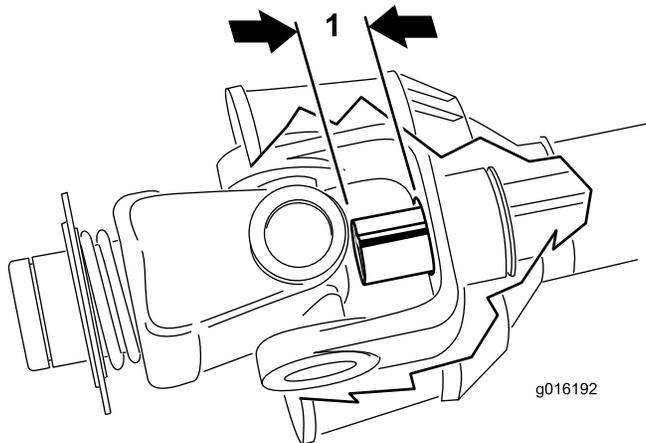

図 17
9. PTO シャフトのチューブを押し縮めて一番短くなった状態にする。内側のシャフトが飛び出して外側のシャフトのクロス部やベアリング部に入らないことを確認する（図 17）。入
10. 内側のシャフトが外側のシャフトのクロス部やベアリング部に入っている深さを測定する (図 17)。この値を、先ほどのステップ 8 で求めた値に加える。